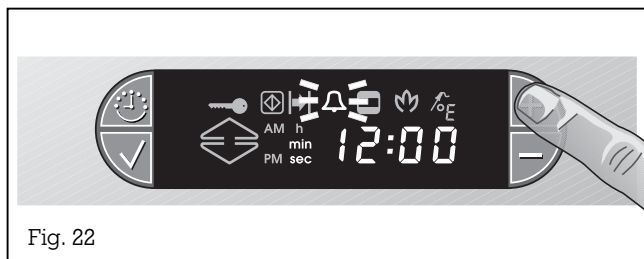

Fig. 22
- Premete il tasto + sul display. Il simbolo Δ (Timer) lampeggia (Fig. 22).